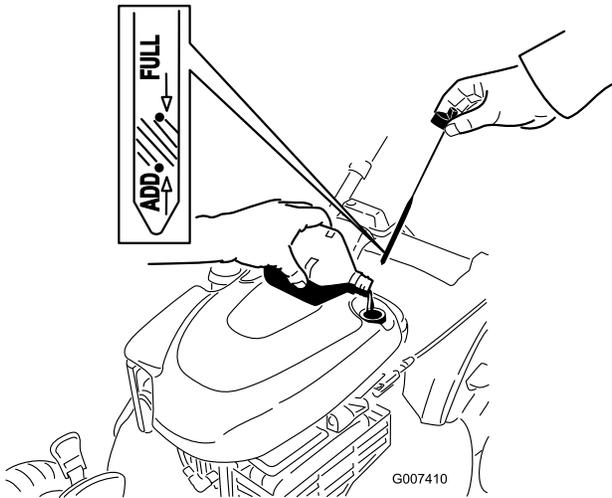

Figure 5
1. Retirez la jauge (Figure 5).
2. Versez de l'huile **lentement** dans le goulot de remplissage pour faire monter le niveau de liquide jusqu'au repère **maximum** (Full) sur la jauge (Figure 5). **Ne remplissez pas excessivement.** (Remplissage max. : 0,59 l, type : huile détergente SAE 30 de classe de service API SF, SG, SH, SJ, SL ou supérieure.)